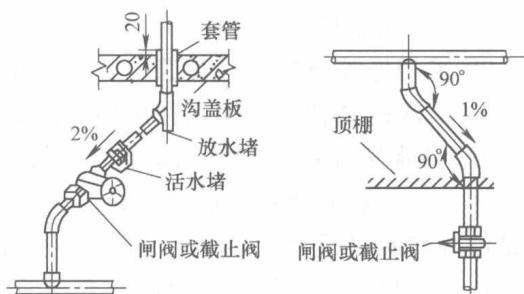

图 1-6 立管与横干管连接图 (一)
(2) 立管暗装 竖井内立管安装的卡件宜在管井口设置型钢，上下统一吊线安装卡件。安装在墙内的立管应在结构施工中预留管槽，立管安装后吊直找正，用卡件固定。支管的甩口应露明并加好临时丝堵。
(3) 热水立管暗装 按设计要求加好套管。立管与横干管连接要采用 2 个弯头（图 1-6）。立管直线长度大于 15m 时，与横干管连接要采用 3 个弯头（图 1-7）。立管如有补偿器，安装如干管。